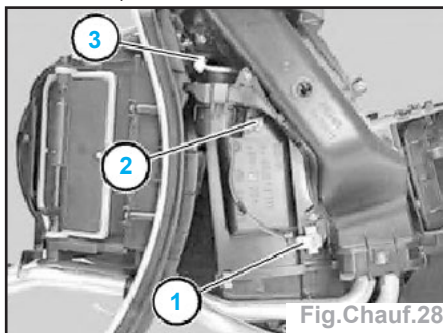

Fig. Chauff.28
- Retirer la sonde de température (1) (Fig. Chauff.28).